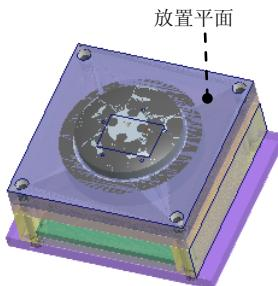
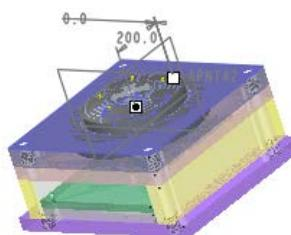

图 30.36 定义草绘平面
图 30.37 创建的基准点特征
Step1. 创建复位杆参考点。单击 **模型** 功能选项卡 **基准** ▾ 区域中的“创建基准点”按钮 ，系统弹出“基准点”对话框；选取图 30.36 所示的表面为基准点放置平面。在“基准点”对话框中单击 **偏移参考** 区域的“单击此处添加项”字符，按住 Ctrl 键，选择 MOLD_FRONT 基准平面和 MOLD_RIGHT 基准平面为偏移参考平面。在 **MOLD_FRONT:F3 基...** 后面的文本框中输入数值 200，然后按 Enter 键。在 **MOLD_RIGHT:F1 基...** 后面的文本框中输入数值 0 后，按 Enter 键。基准点位置如图 30.37 所示；在“基准点”中单击 **确定** 按钮；在模型树中，选取之前创建的基准点特征  右击，在系统弹出的快捷菜单中选择 **阵列** 命令，在操控板中选择 **轴** 选项，在模型中选取基准轴 Z；在操控板中输入阵列的个数 4 和角度增量值 90，按 Enter 键，在“阵列”操控板中单击  按钮，完成特征的创建。
Step2. 创建复位杆修剪面。在屏幕右下角的“智能选择栏”中选择“几何”选项。选取图 30.36 所示的放置表面为要复制的面，单击 **模型** 功能选项卡 **操作** ▾ 区域中的“复制”按钮 ，然后单击“粘贴”按钮 。在“曲面：复制”操控板中单击  按钮；单击 **EMX 装配** 功能选项卡 **准备** ▾ 控制区域下拉列表中的  **识别修剪面** 按钮，系统弹出“修剪面”对话框，单击对话框中的 ，则系统弹出“选择”对话框，选取之前复制的曲面为复位杆修剪面，在“选择”对话框中单击 **确定** 按钮，然后单击 **关闭** 按钮。